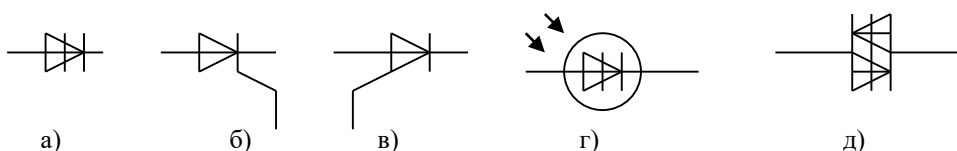

Рисунок 3.2
5. Дати характеристику тиристорам, УГЗ яких приведені на рис. 3.2.